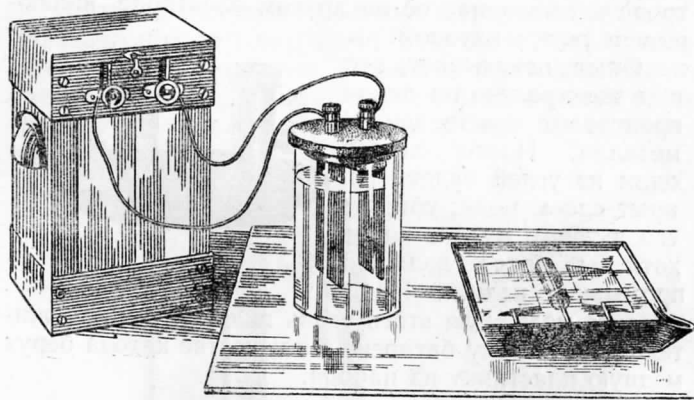

Рис. 5.
Погрузив электроды в раствор, пропускают ток не менее как от двух аккумуляторов, или элементов (рис. 5). Через 2—3 минуты вынимают крышку с электродами и демонстрируют, что один из углей, именно соединённый с отрицательным полюсом ис-
3) Во избежание порчи стола растворами прибор при опыте лучше ставить на стекло (рис. 5), в небольшую фотографическую кювету или на тарелку.
4) Электрод, вынутый из раствора без надлежащей промывки и просушки, безусловно, нельзя класть непосредственно на стол, а тем более в ящик. Так как промывка занимает сравнительно длительное время, то использованные электроды, следует класть в кювету с водой (рис. 5). Наличие такой кюветы особенно необходимо при демонстрационных опытах.